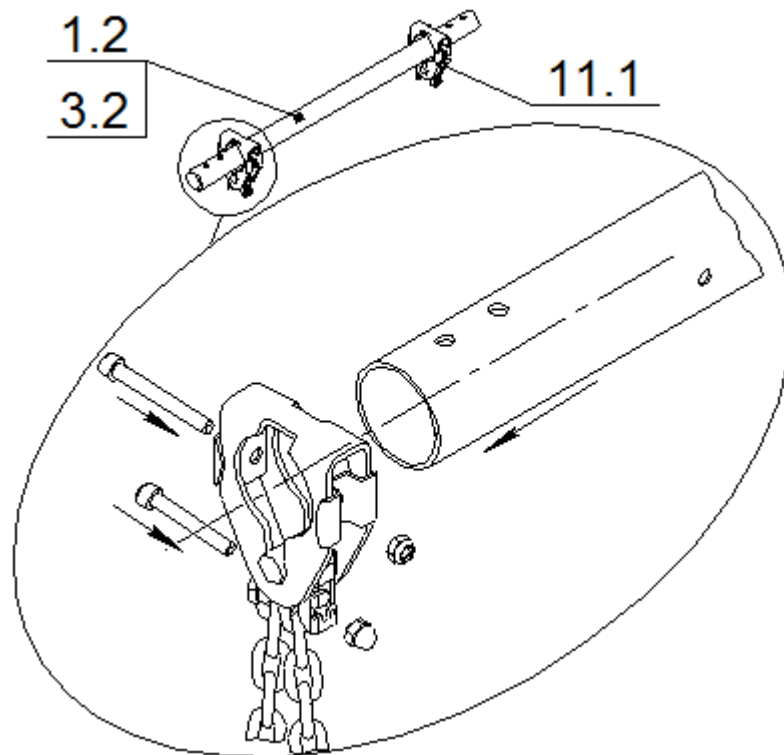

Рис.2
12.3.3 Собрать трубу (поз.1.2 или 3.2) с подшипниковыми узлами (поз.11.1) (рис.2).
- установить снятые винты и закрепить гайками (рис.2).